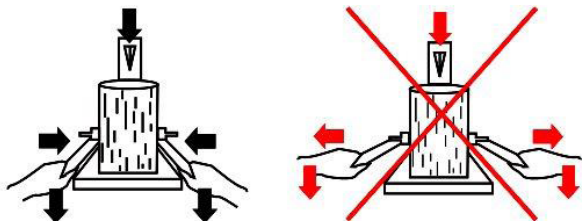

Рис.8
7. Во время работы удерживайте бревно двумя рычагами (Рис.8). Освобождение любого из рычагов останавливает движение клина. Для того, чтобы вернуть клин в верхнее положение необходимо отпустить оба рычага.